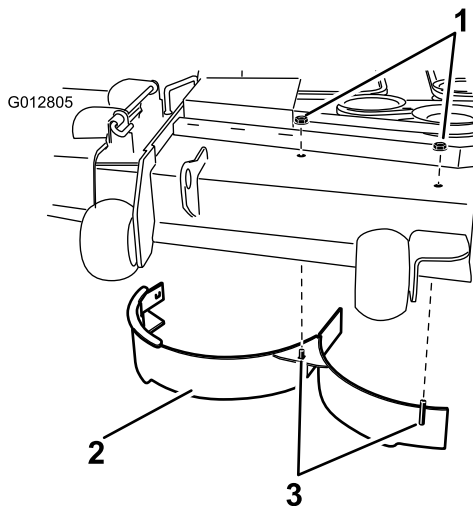

Figure 2
1. Montieren Sie das rechte Ablenkblech mit zwei Muttern (5/16"), wie in Figure 2 dargestellt. Ziehen Sie die Befestigungen handfest an.